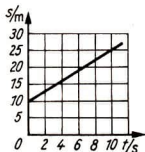

Bild 9
- 2.13 Beschreiben Sie die durch das Diagramm (Bild 9) dargestellte gleichförmige Bewegung 1. durch eine Größengleichung und 2. durch eine zugeschnittene Größengleichung.